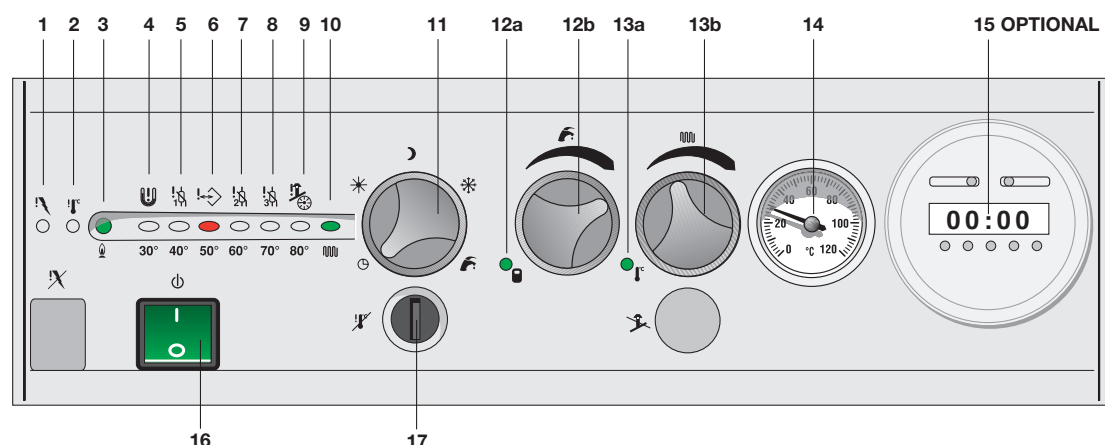

fig. 1
- portare il pulsante di accensione del gruppo termico **16** (fig. 1) in posizione **ON** (l'interruttore si illumina);
- quando l'impianto di riscaldamento richiede calore si accende la lampada **10** (fig. 1) di richiesta riscaldamento.
Il gruppo termico regola la temperatura dell'acqua di riscaldamento ad un valore compreso fra 50°C e 90°C secondo l'impostazione fatta dall'utente con il regolatore **13b** (fig. 1).